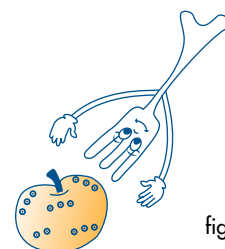

fig. 9
- 3) Cibi con pelle, guscio o buccia (esempio: mele, patate, pomodori, würstel, pesce) vanno **forati in più punti** con una forchetta in modo che il vapore possa fuoriuscire e la pelle o la buccia non scoppi (Fig. 9).